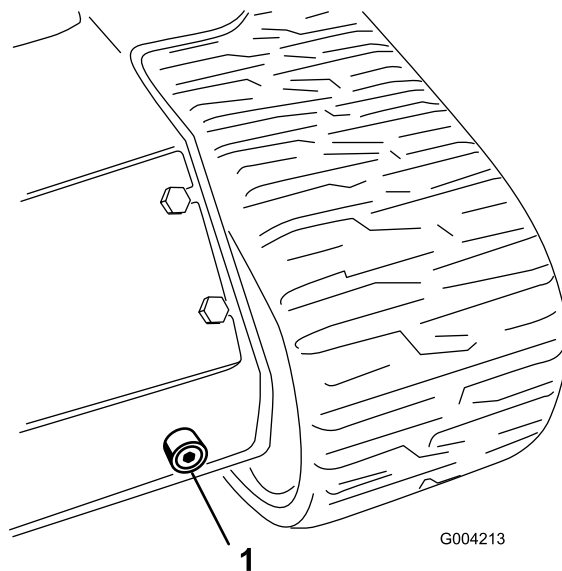

Figure 58
6. Placer un grand bac de vidange (d'au moins 56 litres de capacité) sous le bouchon de vidange à l'avant de la machine (Figure 58).
7. Retirez le bouchon de vidange pour permettre à l'huile de s'écouler dans le bac de vidange (Figure 58).